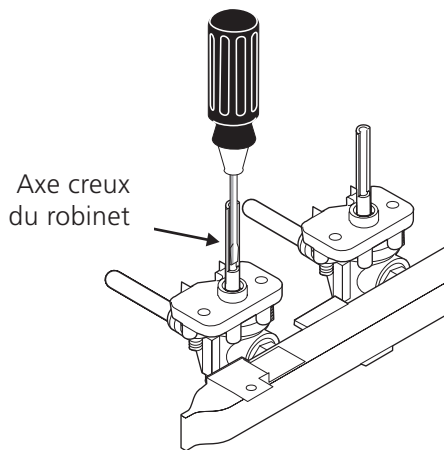

Figure 16
4. Réglez la position LOW ou SIMMER (Figure 16)